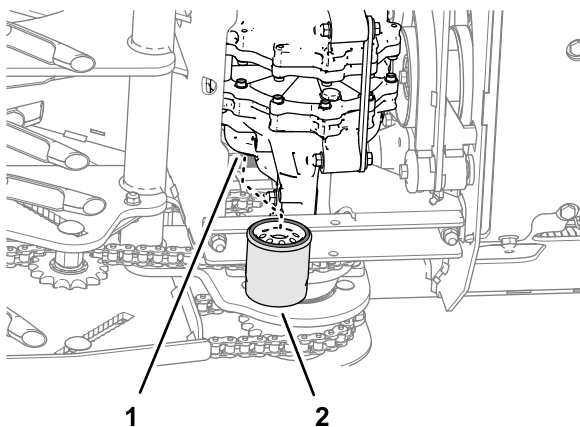

Bild 56
4. Lokalisieren Sie die beiden Filter unter den Getrieben (Bild 56).
6. Entfernen Sie die Filter und lassen Sie das Öl aus dem Antriebssystem ablaufen (Bild 56).
2. Drehen Sie den Filter nach rechts, bis die Gummidichtung den Filteradapter berührt. Ziehen Sie den Filter dann um eine weitere 2/3 bis 3/4 Umdrehung fest (Bild 56).